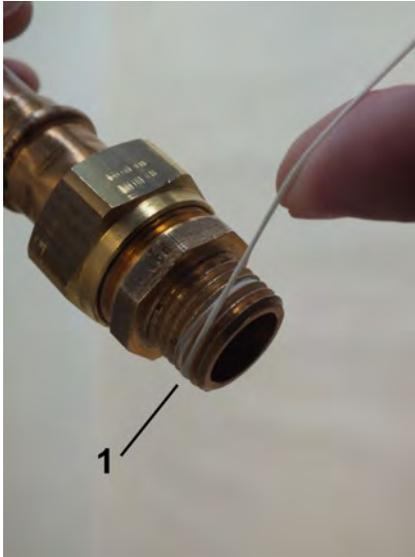

Abb. 10: Dichtfaden aufbringen
2.  Dichtfaden (Abb. 10/1) in Gewinderichtung auf das aufgeraute Gewinde aufbringen, dabei Mengenangaben des Dichtmittel-Herstellers beachten